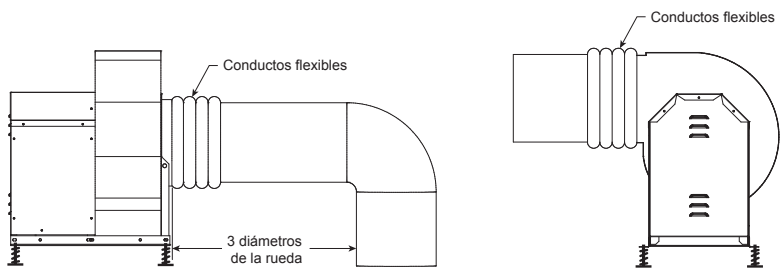

Figura 2
- Acople el conducto de entrada al collar de entrada del ventilador. Consulte nuevamente la Figura 2 para conocer las alturas mínimas de los conductos y de la salida del ventilador.